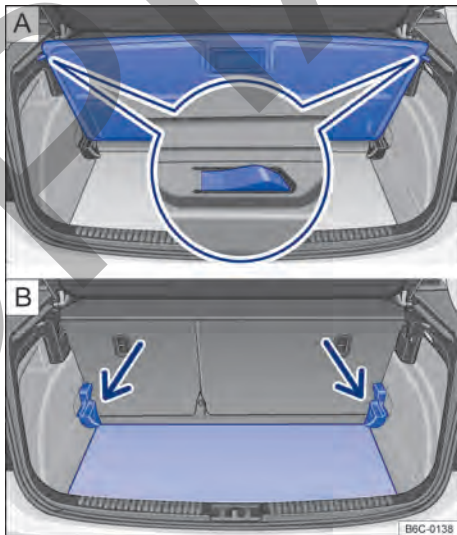

Fig. 150 En el maletero: regular la altura del piso del maletero.
- Levantar el piso del maletero y empujar hacia atrás tirando de las guías en los costados del maletero → [fig. 150 \[A\]](#).
- Levantar el piso del maletero y empujar hacia abajo, hacia la guía → [fig. 150 \[B\]](#) (flechas).